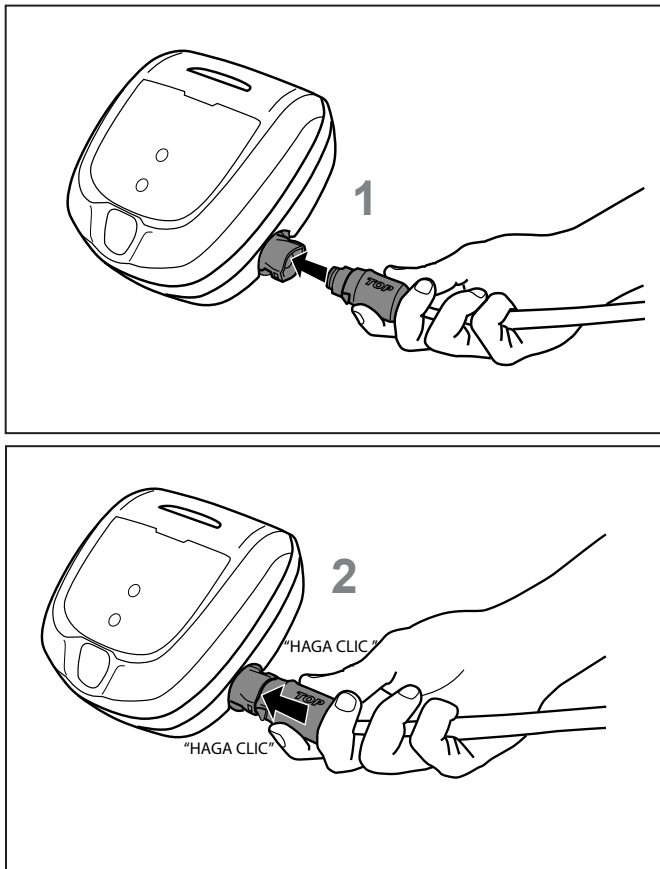

Figura 10. Conecte el cable de alimentación
- Gire el cable de alimentación de modo que aparezca la leyenda TOP (SUPERIOR) en el lado superior. Presione firmemente el cable de alimentación en la unidad de control hasta que escuche un “chasquido” (vea la figura 10). El chasquido indica que el cable de alimentación está conectado correctamente, creando un sello hermético.